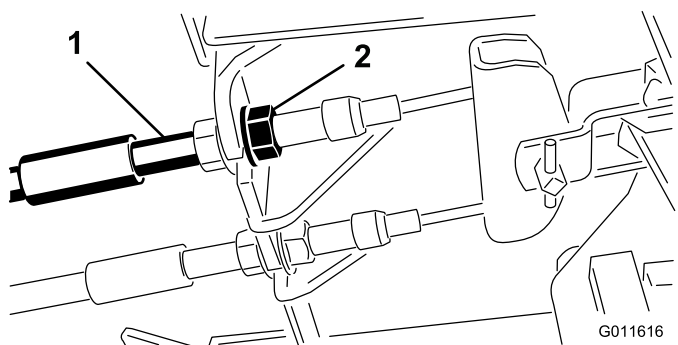

Bild 66
1. Ziehen Sie zum Reduzieren des Spiels der Bremspedale die Bremsen fester – lockern Sie dazu die vordere Mutter am Gewindeende des Bremszugs (Bild 66).